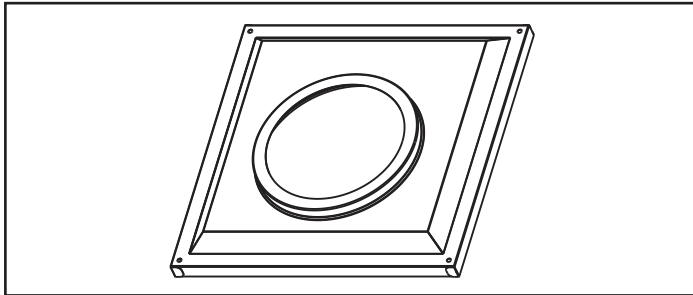

Figure 7.16 Gaine de conduit pour mur
- Une fois la section de conduit et l'abat-vent connectés, glissez la gaine de conduit pour mur jusqu'à la surface du mur intérieur et fixez-la en place grâce aux vis fournies. Voir la Figure 7.16.